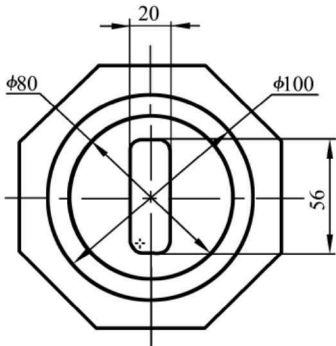

图 1-1-44 标注各种尺寸
18. 标注矩形边长尺寸:在“尺寸标注”命令下,分别拾取矩形线框的对边,拖动十字光标到合适的位置,点击,完成矩形边长的标注,如图 1-1-44 所示。